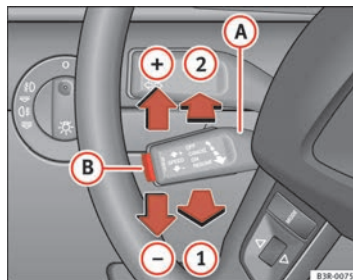

Fig. 151 Éléments de commande du régulateur de vitesse
- Tirez le levier **(A)** en position $\Rightarrow$ page 190, fig. 151 **(1)** afin d'activer le système.
- Poussez le levier **(A)** vers le haut, dans le sens $\Rightarrow$ page 190, fig. 151 **(+)**.
- Poussez le levier **(A)** vers le bas, dans le sens $\Rightarrow$ page 190, fig. 151 **(-)**.
- Chaque fois que vous poussez brièvement le levier **(A)** vers le haut, dans la direction $\Rightarrow$ page 190, fig. 151 **(+)**, la vitesse augmente de 2 km/h environ.
- Chaque fois que vous poussez brièvement le levier **(A)** vers le bas, dans la direction $\Rightarrow$ page 190, fig. 151 **(-)**, la vitesse diminue de 2 km/h environ.
Si au moment de la mise hors circuit provisoire du dispositif, aucune vitesse n'était programmée, vous pouvez mettre en mémoire une nouvelle vitesse souhaitée en procédant comme suit : conduisez à la vitesse souhaitée, puis appuyez brièvement sur la touche ⇒ page 190, fig. 151 **(B)** (SET).
- Poussez le levier **(A)** ⇒ page 190, fig. 151 en position **(2)** (le faire encliqueter).